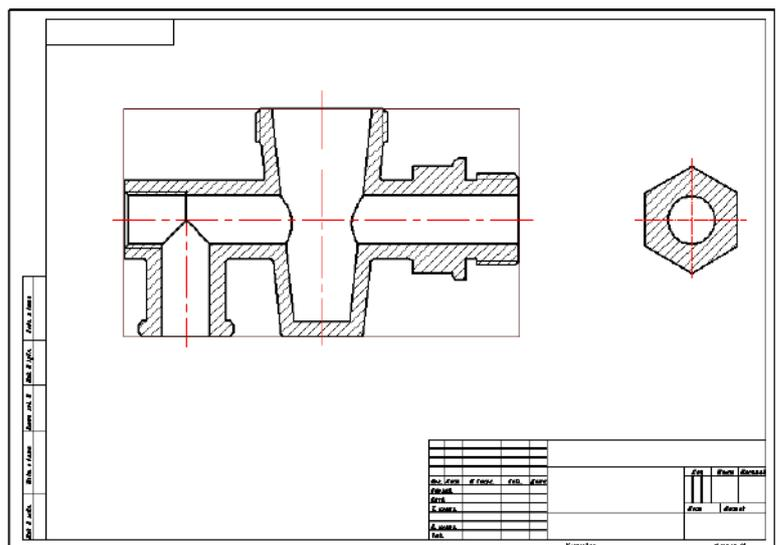

Рис. 26
6. Вписываем контуры главного вида и фронтального разреза. Справа строим контур сечения (рис. 26). Выполняем штриховку. Наносим условное обозначение резьбы по ГОСТ 2.311 – 68.